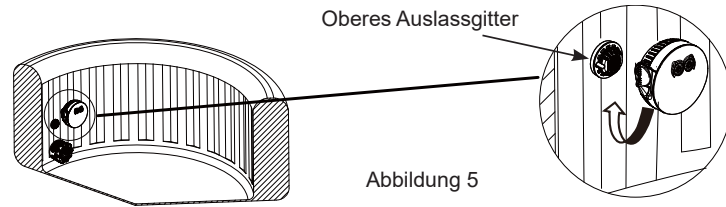

Abbildung 5
5. Schrauben Sie das Spa LED-Licht auf das Fitting des oberen Auslassgitters der Spa-Wanne; nur mit der Hand festdrehen (siehe Abbildung 5).
4. Ouvrez la pince en C et fixez l'appui-tête sur le bord de paroi du spa sélectionnée (voir fig. 5 & 6). Déplacez l'appui-tête le long du bras de serrage en C pour régler la hauteur de l'appui-tête.